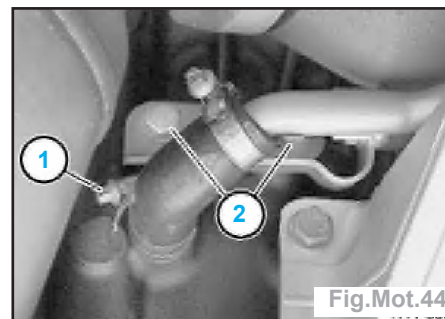

Fig.Mot.44
- Détacher le collier (1) et débrancher le flexible de retour d'huile du carter moteur (Fig.Mot.44).
- Déposer les vis (2).